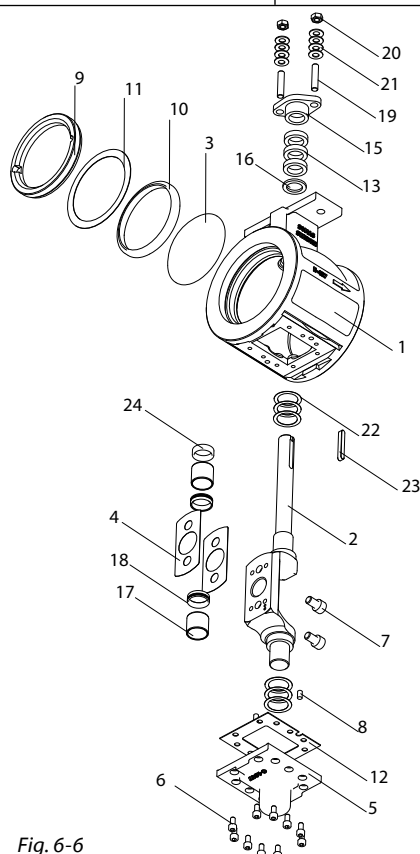
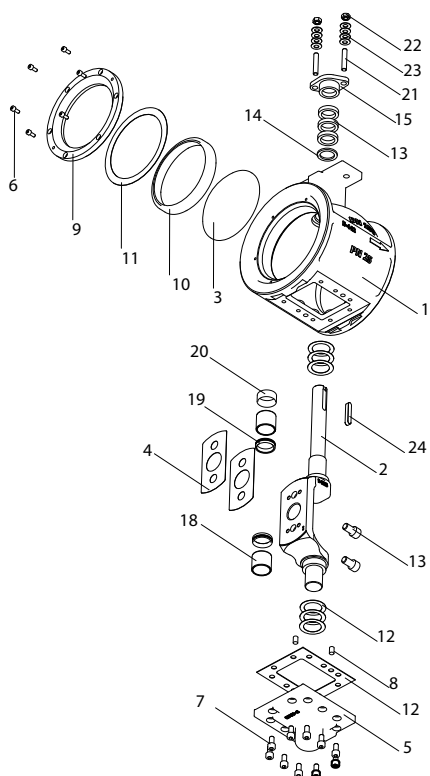

Fig. 6-6
Fig.6-7
1. Lossa skruvarna (→ Fig.6-7/6) och avlägsna täckbrickan (→ Fig.6-7/9).
2. Demontera fjäderbrickan (→ Fig. 6-7/11) och säte (→ Fig. 6-7/10).
1. Lossa skruvarna (→ Fig.6-7/6) och avlägsna täckbrickan (→ Fig 6-7/9) eller använd ett specialverktyg (→ 6-6/25) och ta bort täckbrickan (→ Fig 6-6/9).
2. Demontera fjäderbrickan (→ Fig.6-5/11) eller (→ Fig.6-7/11) samt sätet (→ Fig.6-5/10) eller (→ Fig.6-7/10).
4. Lossa skruvarna (→ Fig.6-5/7) eller (→ Fig.6-7/13) växelvis med hjälp av en insexnyckel.
5. Avlägsna kulsegmentet (→ Fig.6-5/3 eller (→ Fig.6-7/3).
6. Ta sedan bort eventuella bygelshims (→ Fig.6-5/4 eller (→ Fig.6-7/4) från bygelns (→ Fig.6-5/2 eller (→ Fig.6-7/2).
2. Smörj bygelns skruvar (→ Fig.6-5/7) eller (→ Fig.6-7/13) med en montagepasta typ molybdendisulfid.